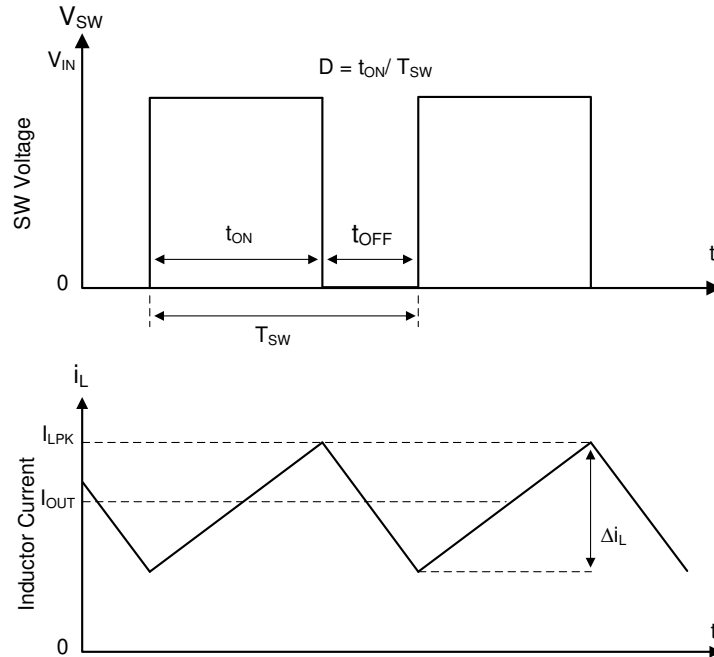

图 7-1. 连续导通模式 (CCM) 下的 SW 节点和电感器电流波形
LMR516xx 的以下运行说明涉及 功能方框图 和 图 7-1 中的波形。LMR516xx 是一款同步降压转换器，具有集成式高侧 (HS) 和低侧 (LS) 开关 (同步整流器)。LMR516xx 通过使用受控的占空比打开高侧和低侧 NMOS 开关，来提供稳定的输出电压。高侧开关导通期间，SW 引脚电压上升至约 V_{IN} ，电感器电流 i_L 以线性斜率 $(V_{IN} - V_{OUT})/L$ 增加。当高侧开关被控制逻辑关闭时，低侧开关在经过反穿死区时间后将会导通。电感电流通过低侧开关以斜率 V_{OUT}/L 放电。降压转换器的控制参数为占空比 $D = t_{ON}/T_{SW}$ ，其中 t_{ON} 是高侧开关导通时间， T_{SW} 是开关周期。转换器控制环路通过调整占空比 D 来维持恒定的输出电压。在可忽略损耗的理想降压转换器中， D 与输出电压成正比，与输入电压成反比： $D = V_{OUT}/V_{IN}$ 。